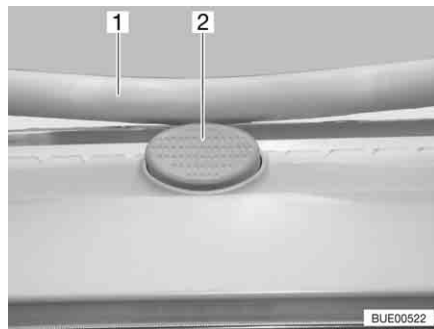

Bild 70 Låsknapp på Heki-takluckan
- Tryck på låsknappen (Bild 70,2) och dra ner bygel (Bild 70,1) med båda händerna.
- Tryck bygel uppåt med båda händerna tills bygel ligger ovanför låsknappen (Bild 70,2).